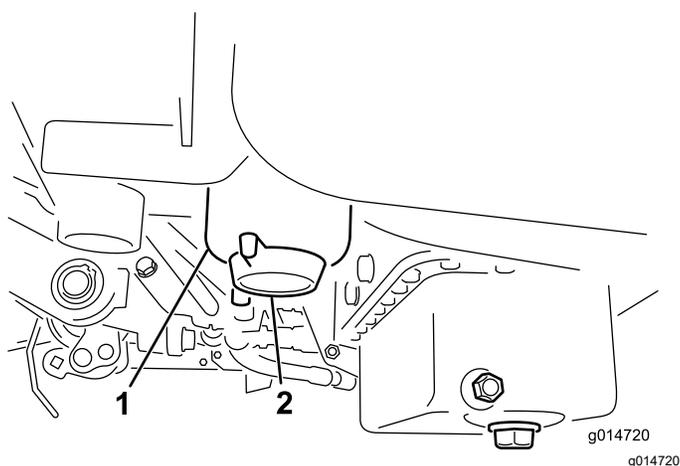

Figure 38
3. Dévissez le bouchon de vidange situé sur le filtre à carburant d'environ un tour et vidangez l'eau éventuellement accumulée (Figure 38).